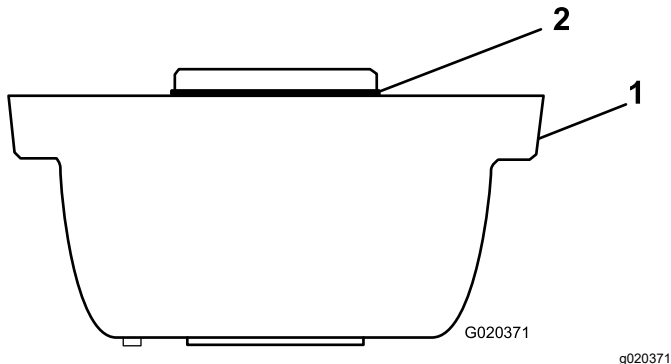

Figura 3
1. Instale o anel de retenção na caixa da escova do rolo, conforme mostrado na Figura 3.